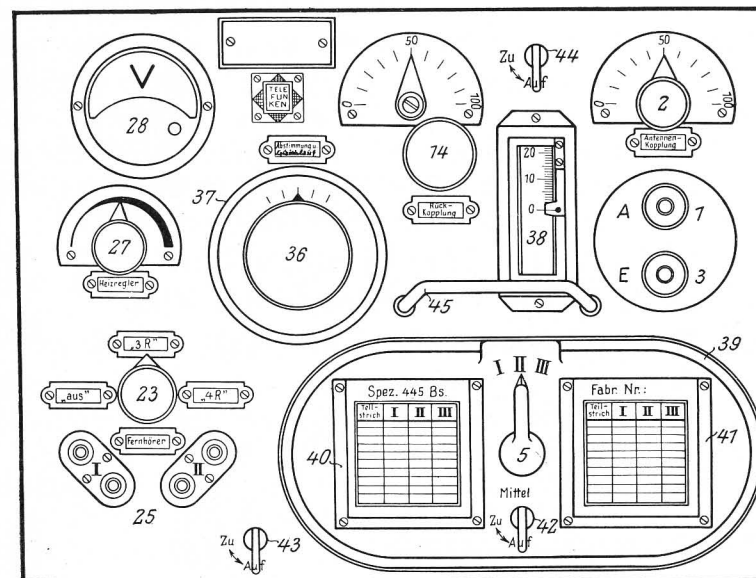

Bild 4. Frontplatte des Empfängers.
10. Auf der **Frontplatte** des Empfängers sind alle Anschlüsse und Bedienungsmittel angebracht. Die dafür in Bild 4 verwendeten Nummernbezeichnungen stimmen mit den „Teilnummern“ überein, die (eingekreist) sowohl in den Schaltbildern wie im Empfänger selbst zur Bezeichnung der Einzelteile verwendet sind (vgl. Ziff. 17).